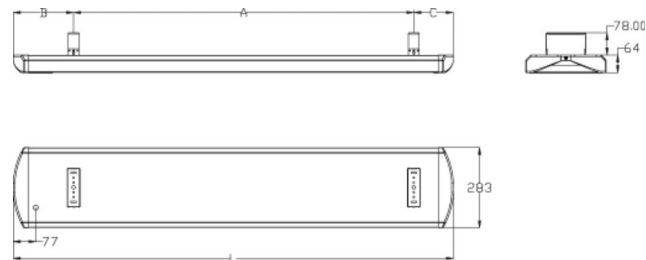

Рис.1
Габаритные размеры инфракрасного обогревателя согласно рис. 1 приведены в таблице 2.
4. В соответствии с рис. 1, 2 и таблицами 2, 3 определите место установки обогревателя на потолке или на потолочных конструкциях с соблюдением минимальных расстояний от предметов и минимального расстояния от пола.